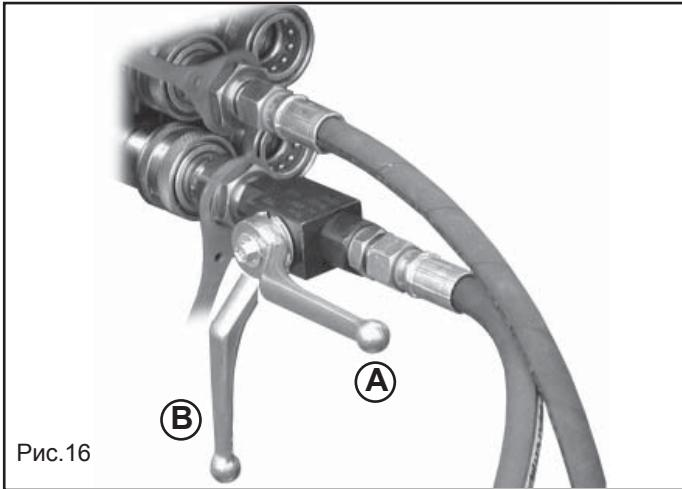

Рис.16
- Чтобы полностью открыть боковые рамы, переместите выключатель (5) в позиции (a) / (b), отройте кран установки (A, Рис. 16) и приведите в действие гидродинамический распределитель трактора.
- Закрыть боковые рамы, следуя указаниям, приведенным в главе 4.4.3, а так же кран установки (В, Рис. 16).